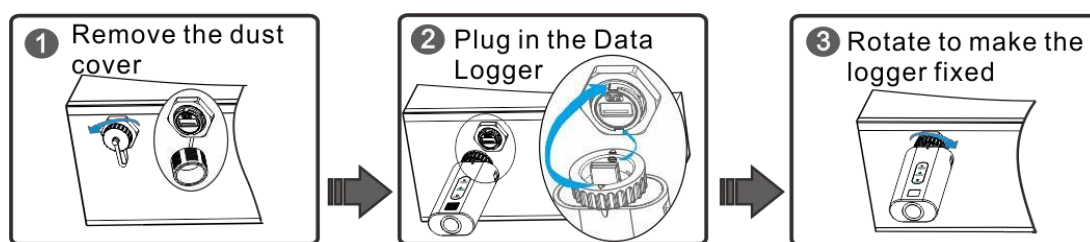

Figura 3-5 Installazione del raccoglitore di dati
1. Questo passaggio è valido solo nei casi in cui il raccoglitore di dati sia configurato. La Figura 3-5 illustra la procedura di installazione.